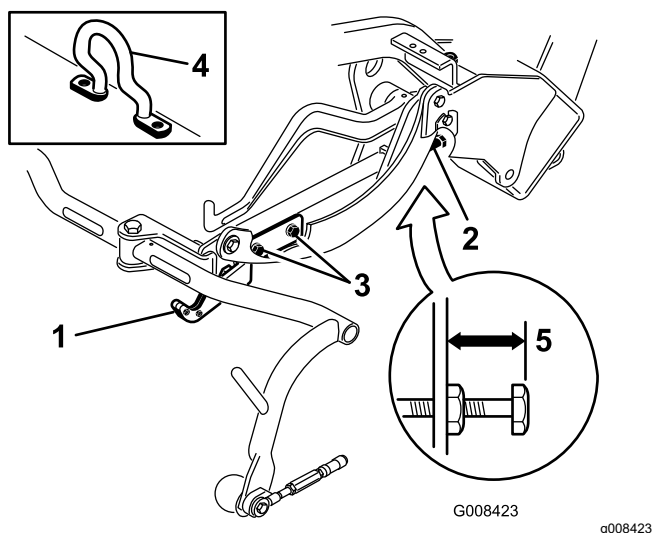
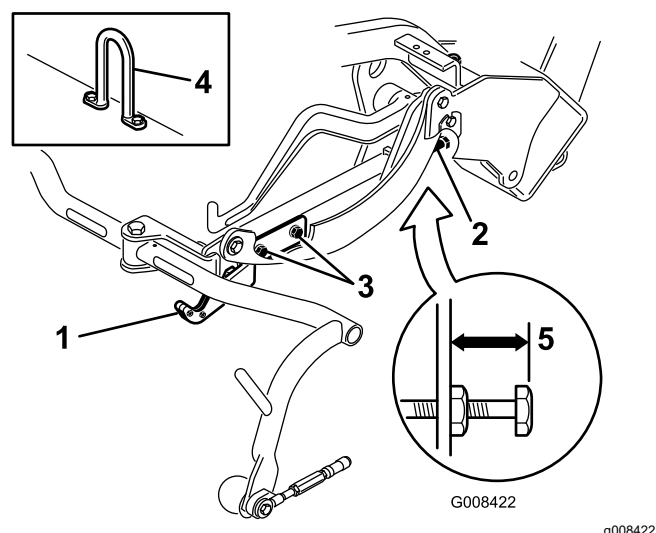
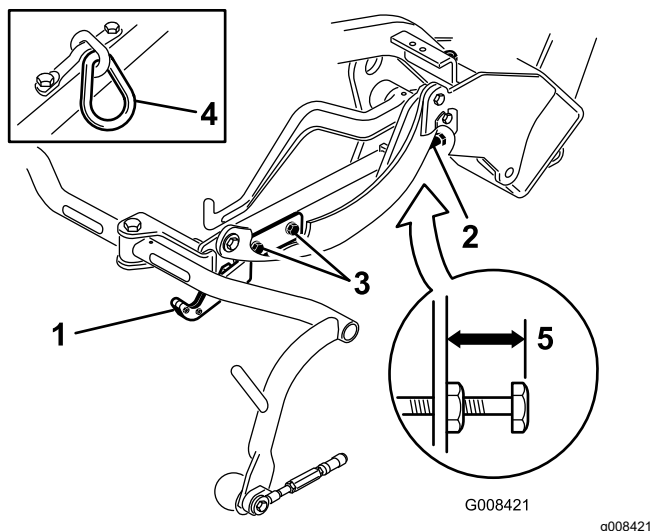

Figura 11
Figura 13
Figura 12
Compruebe la altura de transporte (Figura 12 y Figura 13) y ajústela si es necesario.
2. En unidades de corte equipadas con un gancho de elevación acodado (Figura 11, detalle) compruebe que la distancia entre la parte superior del tornillo de ajuste del bastidor de tiro y el borde trasero del bastidor de tiro es de 25 mm. Si la distancia no es de 25 mm, continúe con el paso 4.
3. En unidades de corte equipadas con un gancho de elevación con eslabón de cadena o recto (Figura 12 y Figura 13, detalle), compruebe que la distancia entre la parte superior del tornillo de ajuste del bastidor de tiro y el borde trasero del bastidor de tiro es de 22 mm. Si la distancia no es de 22 mm, continúe con el paso 4. Si la unidad de corte está equipada con un gancho de elevación acodado, (Figura 11), continúe con el paso siguiente.
4. Afloje los tornillos de montaje de la pletina de transporte (Figura 12, Figura 13 y Figura 11).
7. Si los bastidores de tiro no están a la misma altura, afloje la contratuerca del tornillo de ajuste del bastidor de tiro (Fig. Figura 11, Figura 12 y Figura 13). Gire el tornillo hacia fuera para elevar y hacia dentro para bajar. Apriete la contratuerca después de obtener la altura adecuada.